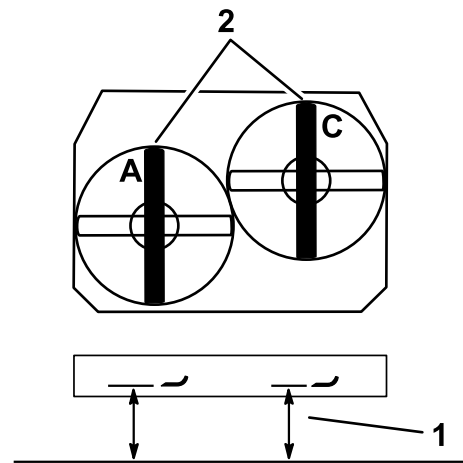

Figura 82
- Meça a lâmina esquerda no local **A**, numa superfície nivelada à extremidade de corte da ponta da lâmina e registre esta medição (Figura 82).
- Meça a lâmina direita no local **C**, numa superfície nivelada à extremidade de corte da ponta da lâmina e registre esta medição (Figura 82).
- Ajuste os parafusos de ajuste nas forquilhas, nos locais **A** e **C** para conseguir a altura correta (Figura 82).